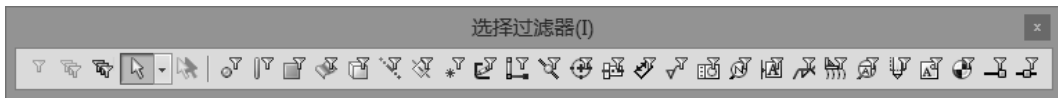

图 1-15 “选择过滤器”工具栏
- **选择过滤器**：使用“选择过滤器”可以选择模型中的特定项，如使用“过滤边线”模式时，将只能选取边线。可右键单击工具栏空白处，选择“选择过滤器”菜单，打开“选择过滤器”工具栏，如图 1-15 所示，也可按〈F5〉键将其打开。